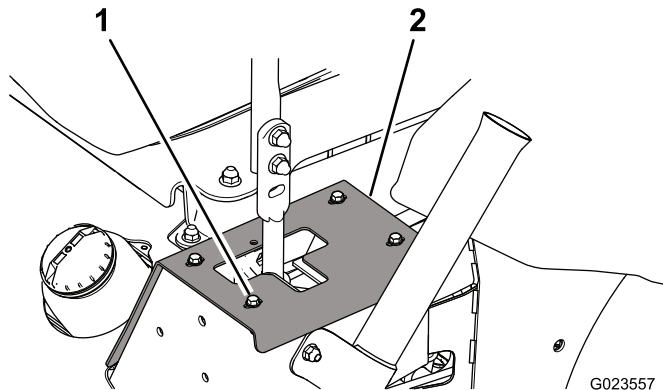

図 63
1. ストッププレートフレームに固定しているボルトを外して、ダンパ取り付けボルトにアクセスできるようにする 図 63。